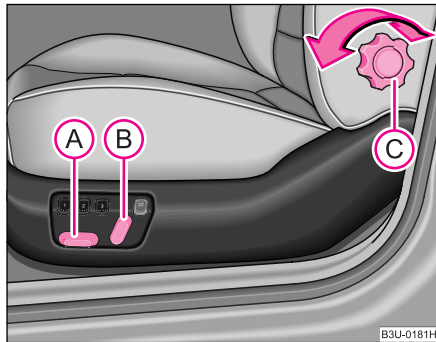

Fig. 51 Imagine din lateral: Elementele de comandă pentru reglarea scaunului
- Apăsăți comutatorul (A) sau (B) ♥ fig. 51 în sensul în care doriți să faceți reglajul.
- Rotiți roțița (C), până când se atinge o arcuire optimă a spătarului în zona lombară a spatelui.